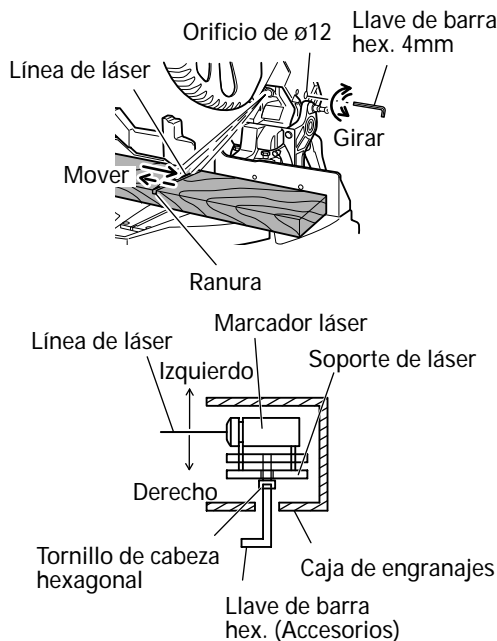

Fig. 16
- (2) A continuación introduzca una llave de barra hexagonal de 4 mm en el orificio de 12 pulgadas de diámetro situado sobre el lado de la caja de engranajes, y gire el tornillo de cabeza hueca hexagonal para desplazar la línea de láser. (Si gira el tornillo de cabeza hexagonal en el sentido de las agujas del reloj, la línea de láser se desplazará hacia la derecha, y si lo gira en sentido contrario a las agujas del reloj, se desplazará hacia la izquierda.) Cuando trabaje con la línea de tinta alineada con el lado izquierdo de la hoja de sierra, alinee la línea de láser con el extremo izquierdo de la ranura. (Fig. 16) Cuando la alinee con el lado derecho de la hoja de sierra, alinee la línea de láser con el lado derecho de la ranura.